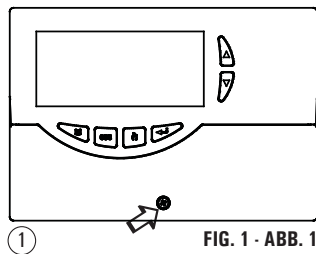

FIG. 1 - ABB. 1
1. Togliere la vite indicata e rimuovere lo sportellino (FIG. 1)
Remove the central screw and the plastic door (FIG. 1)
Die Schraube ausschrauben und den kleinen Deckel wegnehmen (ABB. 1)